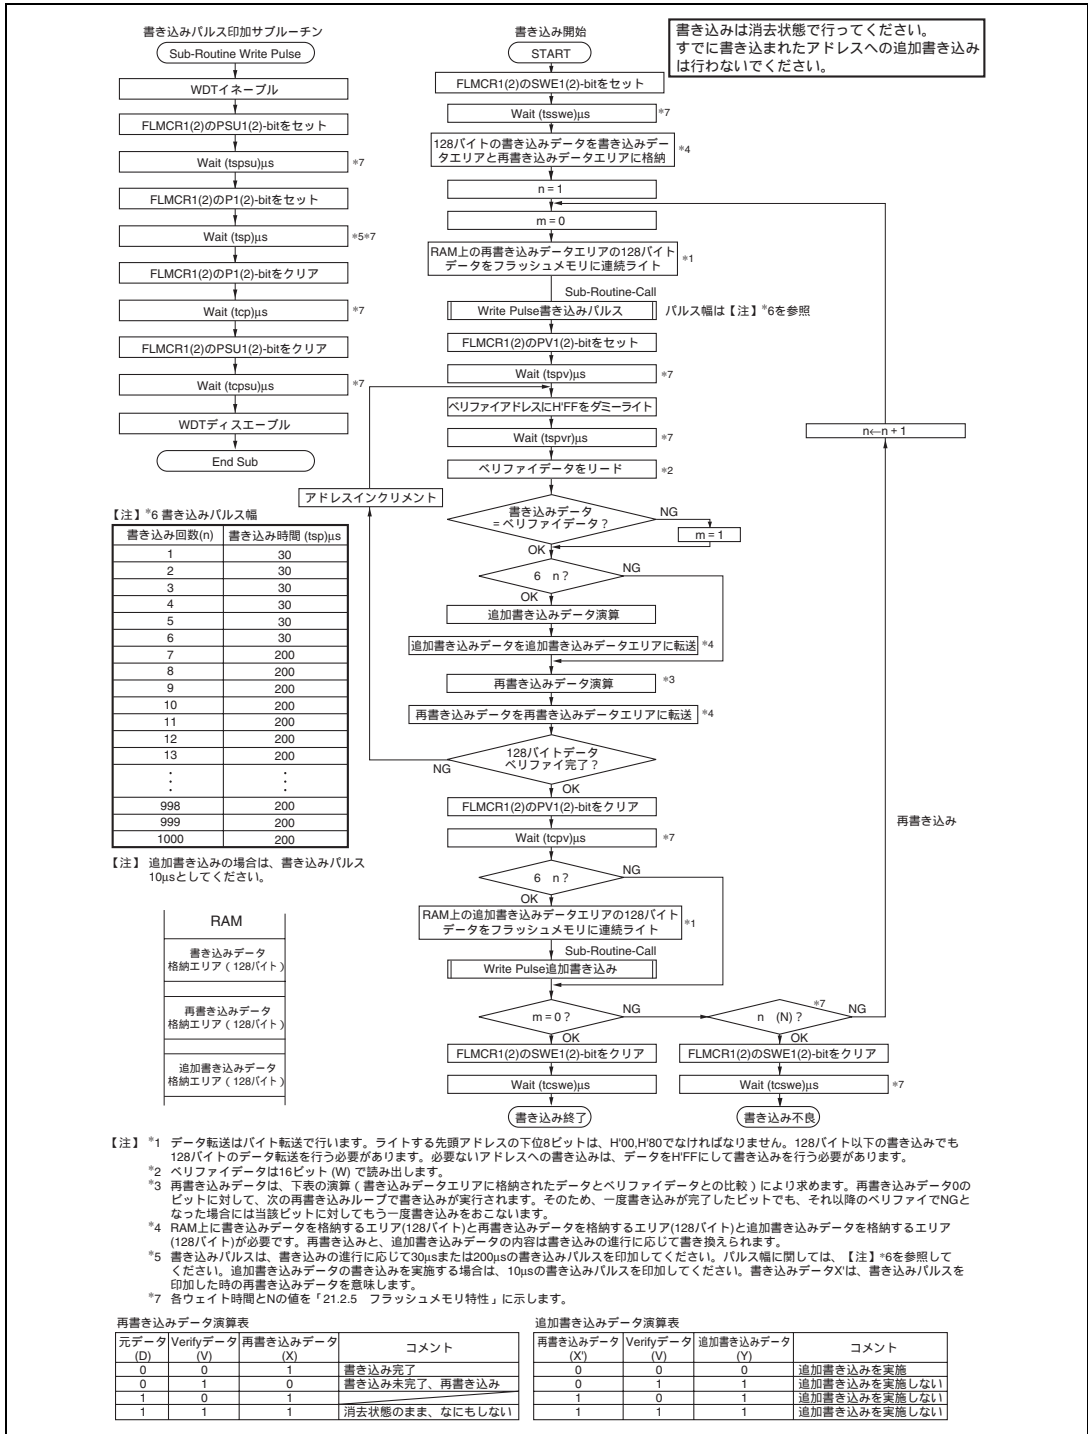

図 18.11 プログラム / プログラムペリファイフロー (128 バイト書き込み)
フラッシュメモリへのデータ/プログラムの書き込みを行う場合は、図 18.11 に示すプログラム/プログラムベリファイフローチャートに従って行ってください。このフローチャートに沿って書き込み動作を行えば、デバイスへの電圧ストレスやプログラムデータの信頼性を損なうことなく、フラッシュメモリへデータ/プログラムの書き込みを行うことができます。また、1 回の書き込みは、128 バイト単位で行ってください。
一定の書き込み時間経過後、FLMCR1、FLMCR2のP1、P2ビットをクリアします。その後( $t_{cp}$ )以上の時間が経過してから、PSU1、PSU2ビットをクリアすることでプログラムモードを解除します。プログラムモード解除の後には、ウォッチドッグタイマの設定も解除します。その後FLMCR1、FLMCR2のPV1、PV2ビットをセットすることで、動作モードはプログラムベリファイモードへ遷移します。プログラムベリファイモードでは、リードする前にリードするアドレスにデータH'FFをダミーライトしてください。ダミーライトは( $t_{spv}$ ) $\mu$ s以上の時間が経過してから行ってください。この状態でフラッシュメモリをリード(ベリファイデータは16ビットで読み出す)するとラッチしたアドレスのデータが読み出されます。このリード動作は、ダミーライト後、( $t_{spvr}$ ) $\mu$ s以上おいてから行ってください。次に、書き込んだ元データとベリファイデータを比較し、再書き込みデータを演算(図18.11参照)し、RAMに転送します。128バイト分のデータのベリファイが完了後、プログラムベリファイモードを解除し、( $t_{cpv}$ ) $\mu$ s以上の待機時間を置いて、FLMCR1、FLMCR2のSWE1、SWE2ビットをクリアしてください。再度書き込みが必要な場合は、再度プログラムモードに設定し、同様にプログラム/プログラムベリファイシーケンスを繰り返してください。プログラム/プログラムベリファイフローの繰り返しの最大値は最大書き込み回数(N)で表されます。SWE1、SWE2解除後、( $t_{csw}$ ) $\mu$ s以上の待機時間を置いてください。
- (6) 本LSIのプログラム/プログラムベリファイフローのフローチャートを図18.11に示します。上記の注意点を網羅するためには、再書き込み処理を実施するビット、追加書き込み処理を実施するビットは表18.8および表18.9の演算によって決定する必要があります。書き込みの進行に応じて、再書き込みのデータおよび追加書き込みのデータは変化しますので、RAM上に次のデータ格納エリア（各128バイト）を準備することを推奨します。